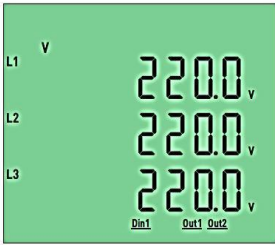

Figure-3
- Khi thiết bị được cấp điện lần đầu, figure-3 hiển thị trên màn hình.
Khi không ở trong menu: Nhấn nút này, màn hình sẽ hiển thị figure-3.